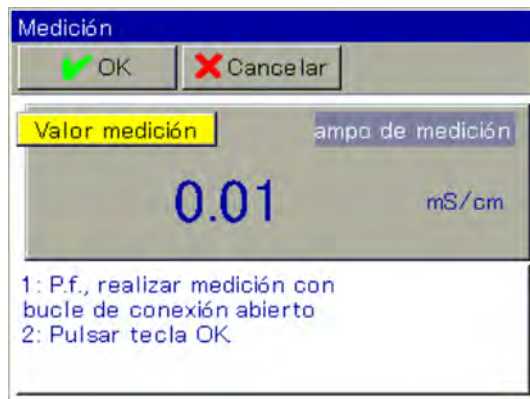

Fig. 77: Medición
7. ➤ El dispositivo efectúa ahora una medición con el lazo abierto del conductor del adaptador de calibración. Espere a una indicación estable del valor de medición y confirme a continuación con «OK». (Véase Fig. 77 .)